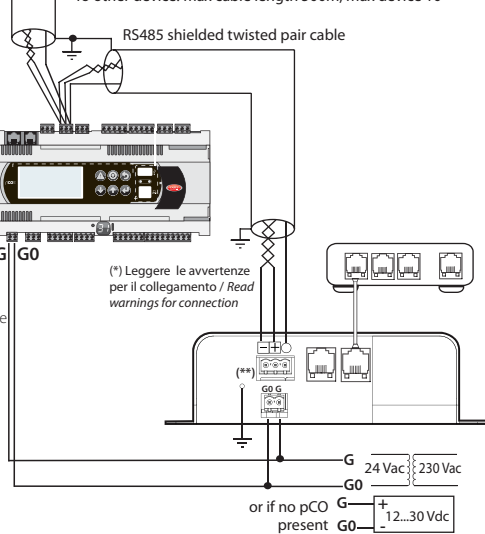

Fig. 6
- **ATTENZIONE:** Per il collegamento elettrico rispettare la polarità indicata in Fig. 6 e sul connettore incluso nella scatola;
- **ATTENTION:** For the electrical connection, maintain the polarity indicated in Fig. 6 and on the connector included in the box;